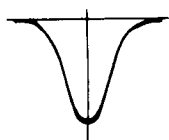

Fig. 8
Note 3: If the signal from the sweep generator is weak, make sure that the waveform becomes maximum and symmetrical as shown in Fig. 8.
Remarque 3: Si le signal provenant du générateur de balayage est faible, assurez-vous que la forme d'onde devienne maximale et symétrique comme indiqué en figure 8. Augmentez le niveau du générateur de balayage et vérifiez que le parcours en point (A) est aussi plat que possible comme indiqué en figure 9.